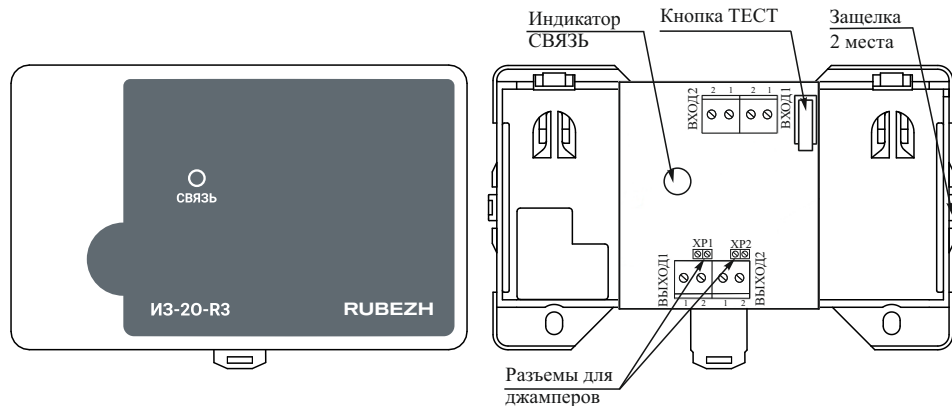

Рисунок 1
5.9 Для согласования с основной АЛС длины ответвления и количества подключенных адресных устройств на ответвлении на плате изолятора имеются джамперы и разъемы «XP1», «XP2» (рисунок 1). Джамперы рекомендуется устанавливать на разъемы при длине ответвления более 20 м и количестве подключенных адресных устройств на ответвлении не более 3 шт.